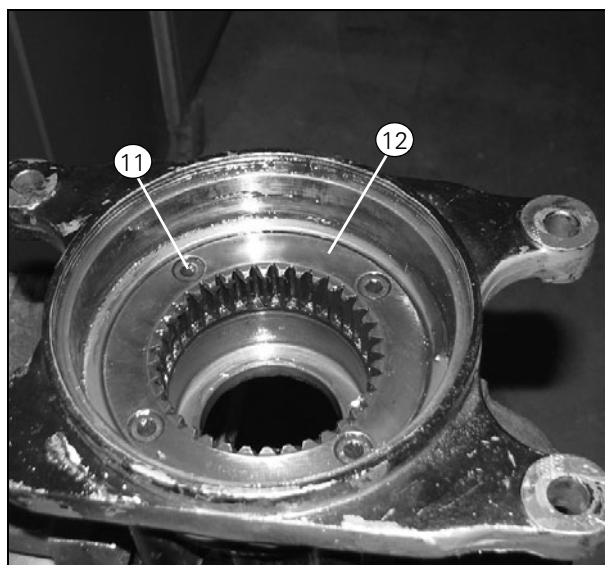

Рисунок 12
20. Нанесите приблизительно 150 г литиевой смазки на внутреннюю поверхность зубчатого колеса (Рис. 12).
23. Нанесите Loctite 270 на болты (поз. 11) и затяните моментом 35 Нм (Рис. 12).